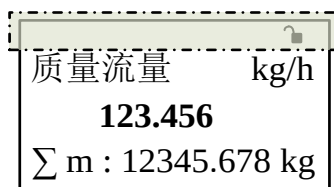

图 5-6 状态指示区
- 5.2.3.3 LCD 显示屏的最上部是状态指示区，如图 5-6 中虚线框所示